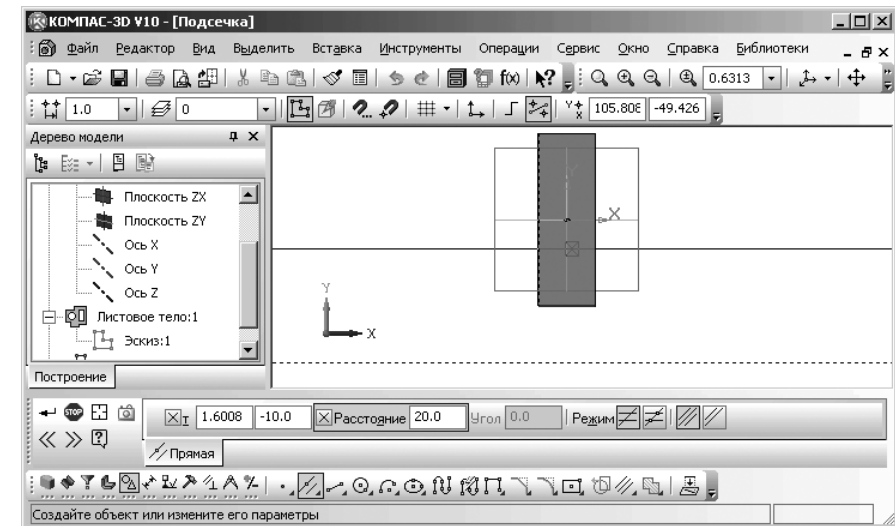

Рис. 7.97. Построение параллельных вспомогательных прямых
- щелкните дважды в **Панели свойств: Параллельная прямая** по полю **Расстояние** и введите значение расстояния 20, а затем нажмите клавишу **Enter** для фиксации ввода данных. Появятся две вспомогательные прямые на расстоянии 20 мм по разные стороны от выделенного ребра (рис. 7.97);